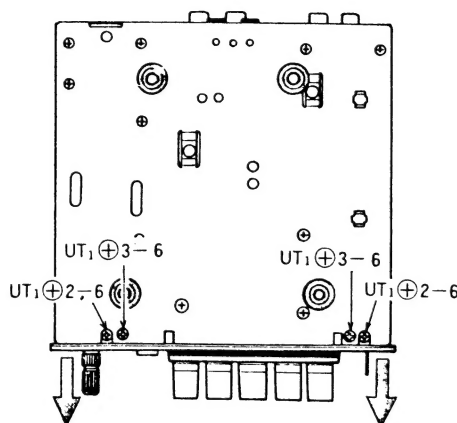

Abb. 1 Fig.
- 3) Zwei Schrauben entfernen (Abb. 1).
- 3) Remove two screws (Fig. 1).